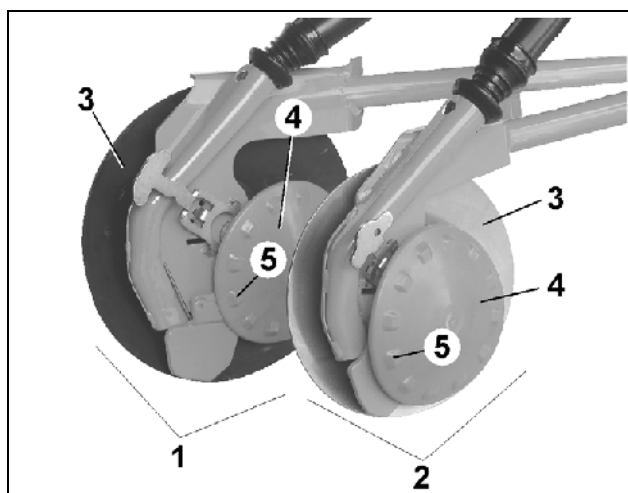

Fig. 19
- Coltro RoTeC (Fig. 19/2)
- Coltro RoTeC + (Fig. 19/1)
Il coltro **AMAZONE** RoTeC è idoneo sia per la semina normale che per la semina su pacciame. Il solco del seme viene formato tramite il disco in acciaio e il corpo in ghisa. Il lato posteriore del disco viene pulito tramite il disco in poliuretano (PU) flessibile (Fig. 19/4), che viene premuto contro il disco in acciaio. I nodi (Fig. 19/5) provvedono ad un ulteriore azionamento.
Il disco in poliuretano (Fig. 19/4) svolge anche la funzione di rullo limitatore della profondità in quanto, rotolando sul terreno, limita la profondità di penetrazione del disco di acciaio nel terreno. Questa profondità di penetrazione può essere impostata su tre livelli, da 2 a 4 cm (cap. 11.5.2). Per profondità di semina superiori a 4 cm, il disco di limitazione della profondità può essere rimosso senza l'uso di attrezzi.